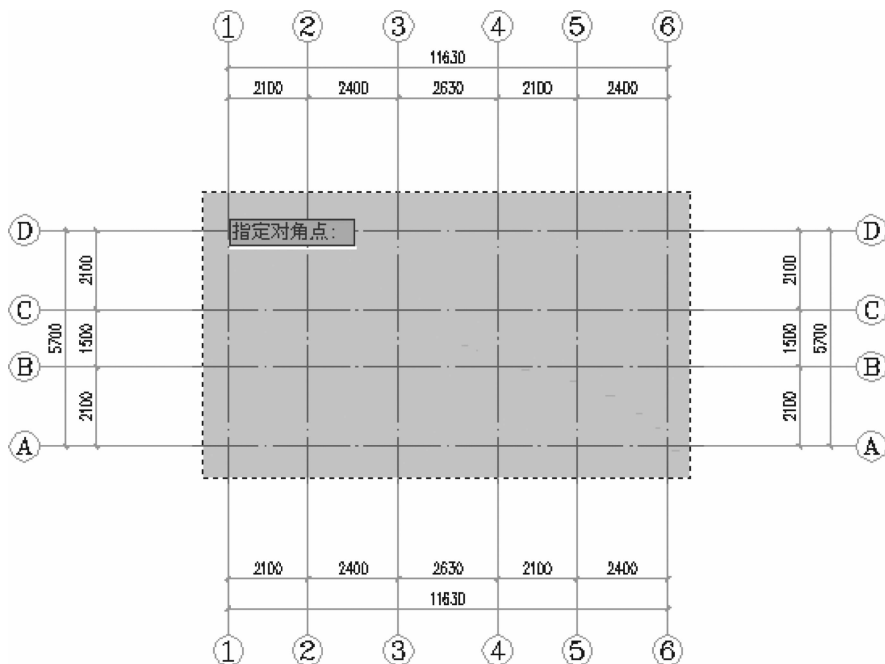

图 3-8 框选轴线
(2)按住鼠标左键从右下角向左上角框选，如图 3-8 所示。